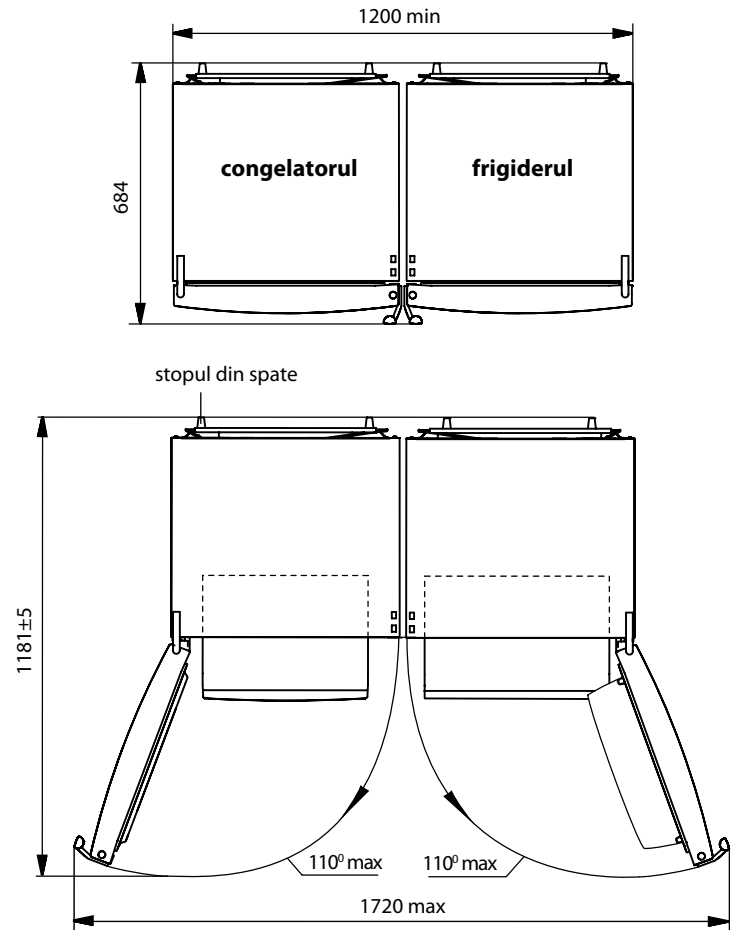

Figura 2 – Schema de instalare a combinației Side-side (vedere de sus)
1.3 Spațiul total necesar pentru funcționarea frigiderului și congelatorului este determinat de dimensiunile indicate în figura 2 în milimetri. Proiectarea asigură un unghi maxim de deschidere a ușii de 110°. Pentru a preveni deteriorarea, NU folosiți forța pentru a deschide ușa într-un unghi mai mare de 110°.